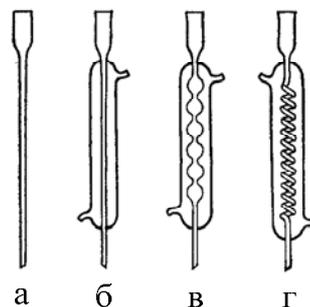

Рисунок 6 – Холодильники:
2. Холодильники служат для охлаждения и конденсации паров при проведении реакций с органическими соединениями (рис.6). Холодильники называют обратными, когда конденсирующиеся в них пары возвращаются в реакционную смесь. Нисходящими, или прямыми, их называют в том случае, если при перегонке конденсат из холодильника поступает в прием-
В лабораториях часто применяют холодильники и другие типов – шариковый и змеевиковый (рис. 6, в, г). Шариковый холодильник чаще всего используется как обрат-